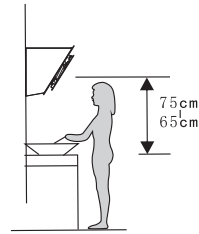

Abbildung 1
– Die Dunstabzugshaube muss in einem Abstand von 65-75 cm (26-30 Zoll) über dem Herd angebracht werden, um die beste Wirkung zu erzielen. Siehe *Abbildung 1*.